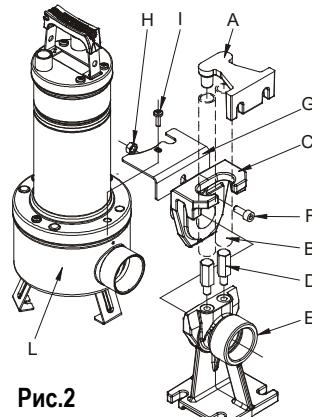

Рис.2
- 4.6 Подсоединить напорную трубу/гибкий шланг непосредственно к отверстию насоса. Если насос используется в стационарной конфигурации, рекомендуется подсоединить его к трубопроводу посредством патрубка для облегчения его съема и обратной установки. В случае использования гибкого шланга подсоединить к отверстию насоса резьбовую муфту. Обернуть резьбу муфты надлежащим уплотнительным материалом (телефлоновая лента или подобное). Для стационарной установки рекомендуется использовать подъемный механизм DSD2 (поставляется по заказу – **Рис.2**) для облегчения выполнения технического обслуживания электронасоса. Этот механизм устанавливается между напорным отверстием электронасоса и трубопроводом и в процессе технического обслуживания помогает избежать съема напорного трубопровода. Механизм DSD2 состоит из 8 частей, плюс один, не входящий в комплект (трубы 3/4"):
Опора устанавливается на дно и прикрепляется расширителями винтами, соответствующего размера. Крепежная скоба для труб располагается в верхней части колодца и вставляется с конца двух труб 3/4" (не входят в комплект), которые выполняют роль желоба. Две трубы соединяют скобу с опорой. Соединить скобу основания с фильтром насоса рядом с напорным отверстием, закрепляя ее двумя винтами, предусмотренными для блокировки крышки фильтра. Вынуть верхний болт из фланца с нагнетательной стороны (I). Установить блокировочную скобу против вращения (G). Восстановить болт на место (I). Снять суппорт с соединительной ножки и соединить его с нагнетательным отверстием насоса. При помощи болта F и гайки H прикрепить суппорт к насосу, как показано на схеме. Установить узел суппорт/насос на ножку (Рис.2).